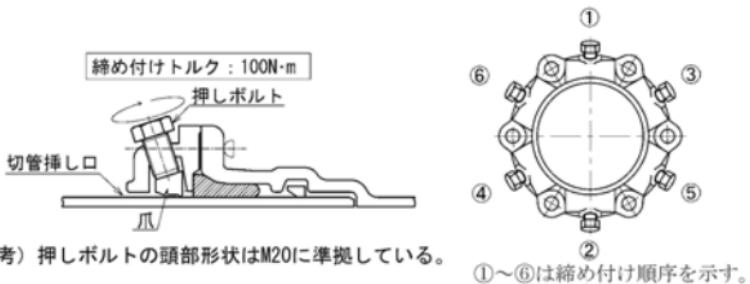

図67 G-Link
- ② 爪が管と接するまで、全数の押しボルトを均等に手で仮締めする。
- ③ 図67に示す順序で、トルクレンチを用いて押しボルトを均等に規定の締め付けトルク100N·mで締め付ける。